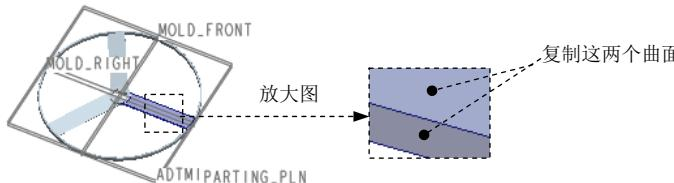

图 5.8 选取复制曲面
Step4. 复制图 5.8 所示的叶片上的曲面。
- (1) 按住 Ctrl 键，选取图 5.8 所示的两个曲面。
- (2) 单击**模具**功能选项卡**操作**区域中的복제按钮。
- (3) 单击**模具**功能选项卡**操作**区域中的粘贴按钮。系统弹出“曲面：复制”操控板。
- (4) 单击“曲面：复制”操控板中的√按钮。